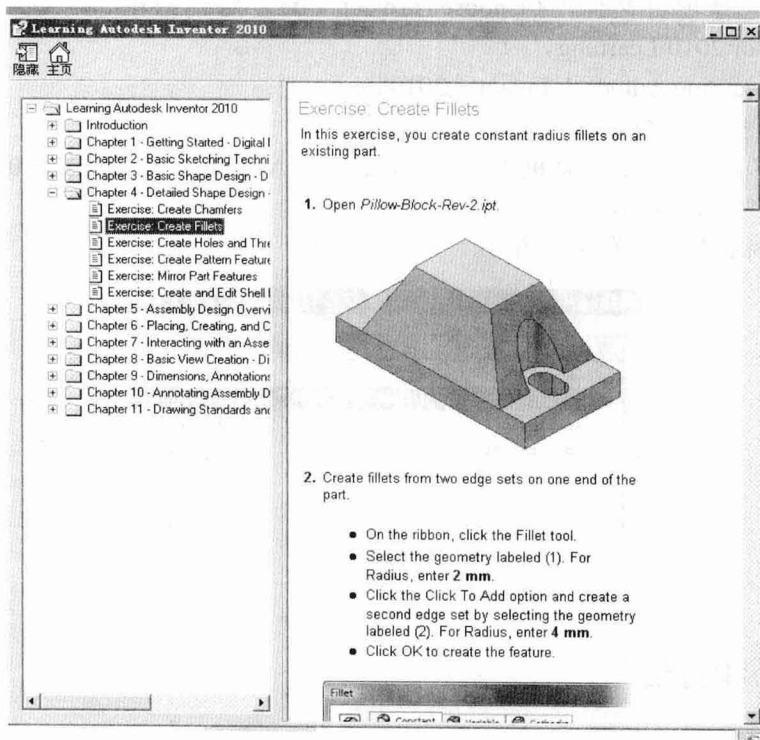

图 1
- 屏幕：在桌面上单击 CD 中的  图标，打开“Learning Autodesk Inventor 2010.chm”电子文件（图 1），在屏幕上完成逐步练习。屏幕练习与书本中的练习是一样的。屏幕版本的优点是，可以将精力集中在屏幕上，无需低头去看书。